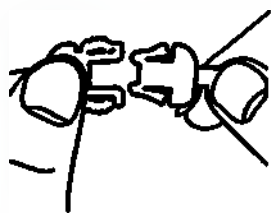

Рис.70.
2. Возьмите отсоединяемую часть катетера и плавно отсоедините его, расстегнув клипсовый замок, как показано на Рис.70.